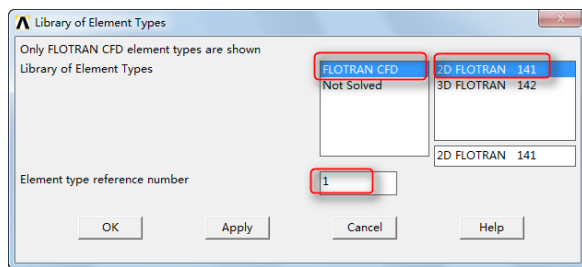

图 5-8 “Library of Element Types”对话框
③在“Library of Element Types”列表框中选择“FLOTRAN CFD 和 2D FLOTRAN 141”，在“Element type reference number”文本框中输入 1，如图 5-8 所示。单击“OK”按钮关闭“Library of Element Types”对话框。